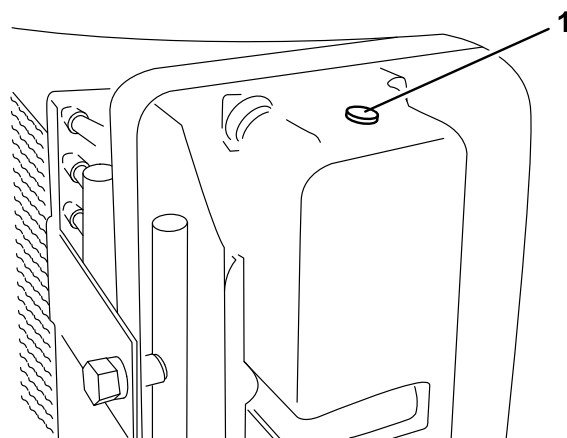

Figura 32
**Nota:** Se all'interno dell'impianto è rimasta intrappolata dell'aria, togliete il tappo di sfato (Figura 32) dalla parte superiore del serbatoio laterale, e lasciate fuoriuscire l'aria intrappolata. Rimontate il tappo di sfato usando il Teflon ermetico per filetti.